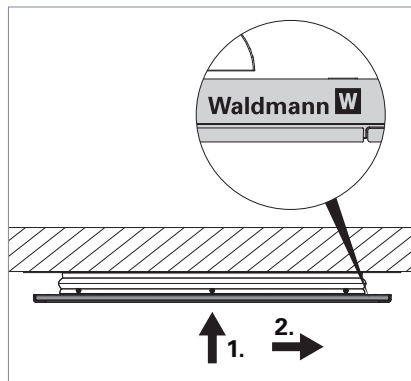

Fig. 12: Sganciare l'elemento luce diretta.
- Posizionarsi in modo da vedere il logo Waldmann, vedi Fig. 12.